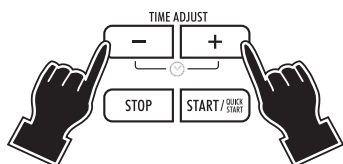

fig. 7
- 9) Bereid geen eieren in hun schaal (fig. 7): de druk die in het ei ontstaat doet het ei ontploffen, zelfs aan het einde van de bereidingstijd. Warm geen gekookte eieren op, tenzij het roerei betreft.